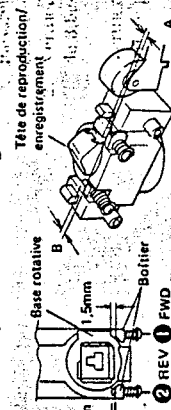

Fig. 12-2 Réglage préliminaire d'azimuth
2. Au moyen d'un tournevis, comme il est indiqué Fig. 12-2 régler l'intervalle A à 1,5mm. entre le logement et la base tournante, en tournant la vis 1.